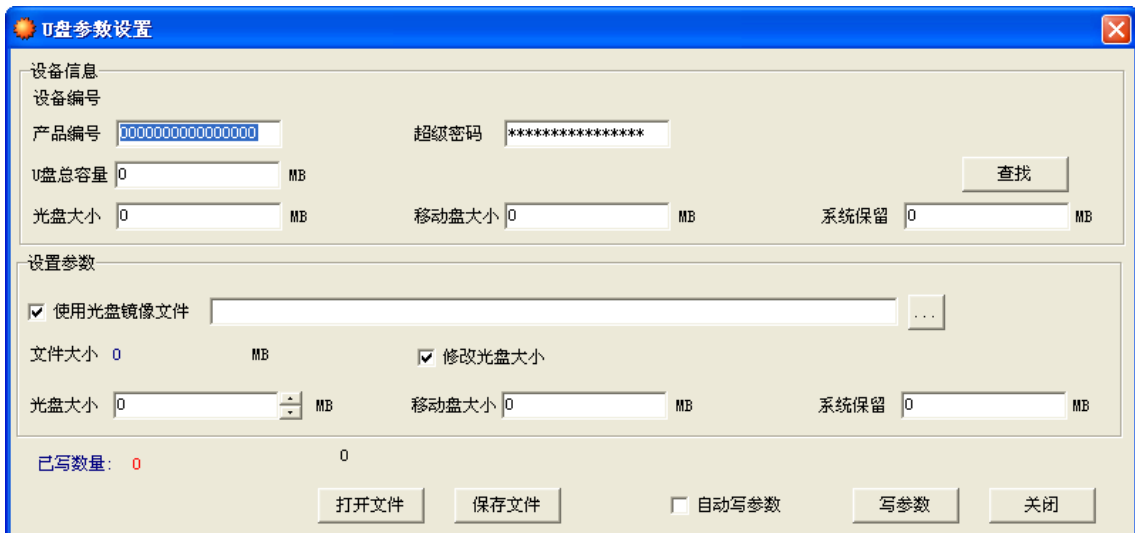

图 2.3 UD_Edit 软件操作界面
4. 打开D:\UD9x目录，双击UD_Edit.exe文件，即可启动UD_Edit软件，参考如图2.3所示。